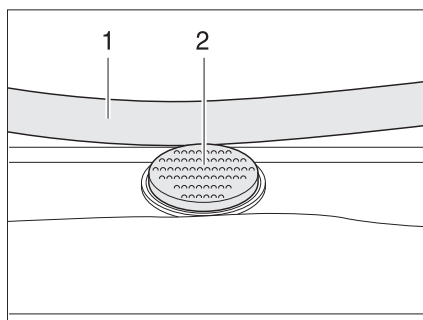

Fig. 45 Bouton de sûreté sur le lanterneau Heki
- Appuyer sur le bouton de sûreté (Fig. 45,2) et tirer l'étrier (Fig. 45,1) vers le bas avec les deux mains.
- Pousser l'étrier vers le haut avec les deux mains jusqu'à ce que ce dernier se trouve au-dessus du bouton de sûreté (Fig. 45,2).